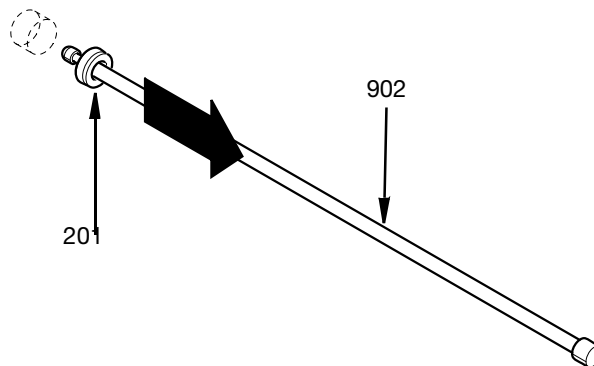

FIG. 34
Wanneer u een stangafdichting moet verwijderen, plaatst u het puntige uiteinde van het gereedschap voor installatie van de afdichting (902) door het midden van de stangafdichting (201). Haak de inkeping van het gereedschap in de tegenoverliggende zijde van de afdichting en trek de afdichting uit de afstandsstukken van de pakking (203 en 204) van de luchtcilinder-behuizing (509). Zie FIG. 34.